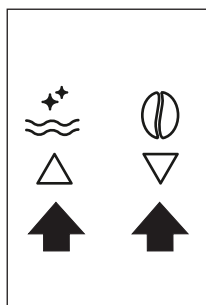
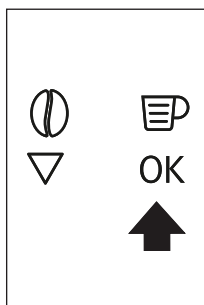

Fig. 9
Fig. 10
- ▶ Para definir o idioma, utilize os ícones Δ ∇ (B7 e B8) para escolher o idioma pretendido (Fig. 9). Quando aparecer a mensagem "PRESS OK TO CHOOSE ENGLISH" (PREMIAR OK PARA DEFINIR PARA INGLÊS), prima o ícone OK (B 9) (Fig. 10) durante 3 segundos até aparecer "ENGLISH INSTALLED" (INGLÊS INSTALADO). Se definir o idioma errado, siga as instruções na secção „Definir o idioma“. Se o seu idioma não estiver disponível, selecione um dentre os exibidos. As instruções referem-se à versão em inglês. Em seguida, siga as instruções exibidas.
- ▶ Prima o ícone OK (B9) (Fig. 10) e após alguns segundos, flui um pouco de água do bico.